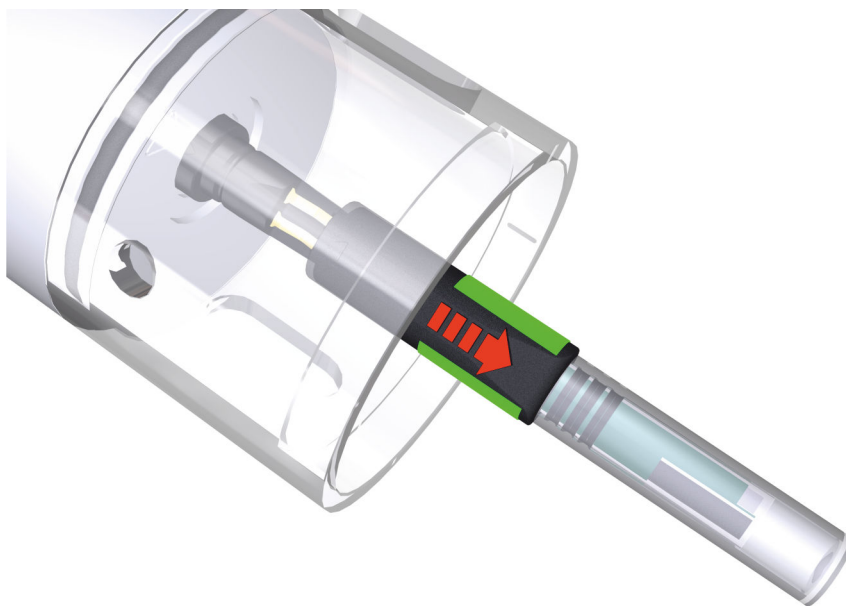

图13 拆除 scTRACE Gold 电极
- 3 从左右捏住 scTRACE Gold 的防溅保护，如 图 13 中的绿色标记所示。